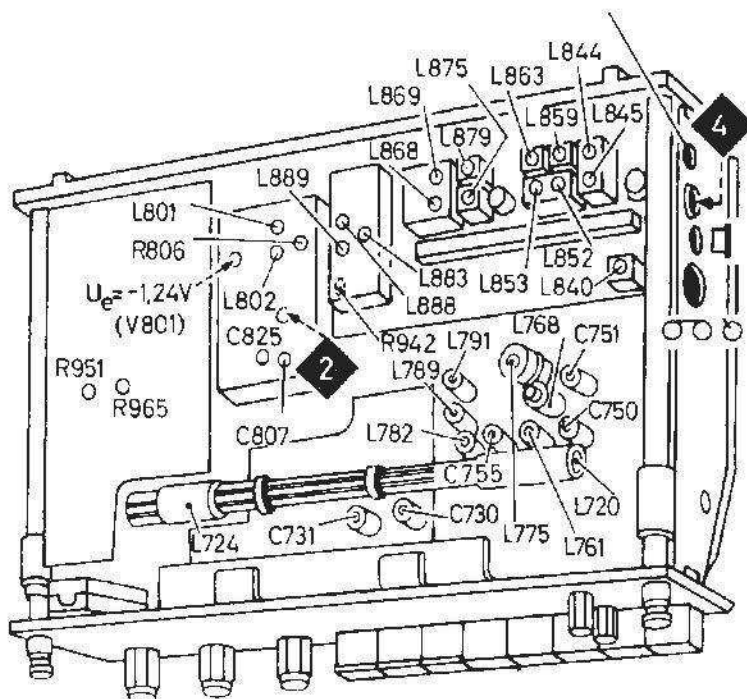

Fig. 10
5. Den Ruhestrom ca. 1 Minute nach dem Einschalten des Gerätes mit dem Einstellregler R 965 auf $7 \text{ mA} + 1,4 \text{ mA} - 0,7 \text{ mA}$ einstellen, Fig. 10.
2. Der Einstellregler R 806, Fig. 10, soll so eingestellt werden, daß an R 800 ein Spannungsabfall von 220 mV auftritt. Der Kollektorstrom von V 800 beträgt dann 1 mA.
5. Approx. 1 minute after switching on set, set zero signal current via adjuster R 965 to $7 \text{ mA} + 1.4 \text{ mA} - 0.7 \text{ mA}$, fig. 10.
2. Set adjuster R 806, fig. 10, so that a voltage drop of 220 mV appears at R 800. The collector current of V 800 amounts to 1 mA.
3) Ein AM-Signal, 400 Hz, 30 % moduliert, soll eine Ratiospannung von 1,4 V erzeugen. Dann mit R 942, Fig. 10, ein Spannungsminimum am Outputmeter einstellen.
3) An AM signal, 400 cs, 30 % modulated must produce a ratio voltage of 1.4 V. Adjust a voltage minimum at the outputmeter by means of R 942, see fig. 10.
Zur Stromversorgung des Koffergerätes kann anstelle der Batterien ein Netzteil der Firma Buck-Elektronik mit einer stabilisierten Spannung an die dafür vorgesehene Buchse, Fig. 10, angeschlossen werden. Durch den Anschluß wird die Batterieleitung automatisch unterbrochen, so daß bei Betrieb mit dem Netzteil die Batterien nicht angeschlossen sind. Wird das Gerät **nur** mit Netzteil betrieben, so empfehlen wir, die Batterien aus dem Gerät herauszunehmen.
Instead of the batteries, a mains unit of Messrs. Buck-Elektronik can be used as power supply which is connected to the corresponding jack, see fig. 10, and supplies a stabilised voltage. On connecting this mains unit the batteries are automatically disconnected. If the set is to be used with the mains unit **only**, we recommend to remove the batteries.